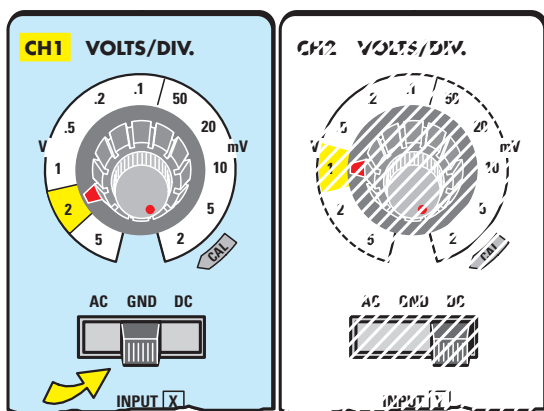

Figure 31: Pour régler R20, mettez le commutateur V/div. du canal CH1 sur 2 V et le sélecteur d'entrée en position GND.
- Mettez le sélecteur d'entrée, CH1 (AC-GND-DC) en position GND, comme le montre la figure 31.
- Mettez le commutateur VOLTS/DIV. de CH1 sur la portée 2 V/div., comme le montre la figure 31 et contrôlez
- Tournez le curseur de R20 jusqu'à ce que l'amplitude soit égale à 5 carreaux. Comme le sélecteur VOLTS/DIV. de CH1 est sur 2 V par carreau, comme le montre la figure 31, on comprend bien que 5 carreaux verticaux correspon-